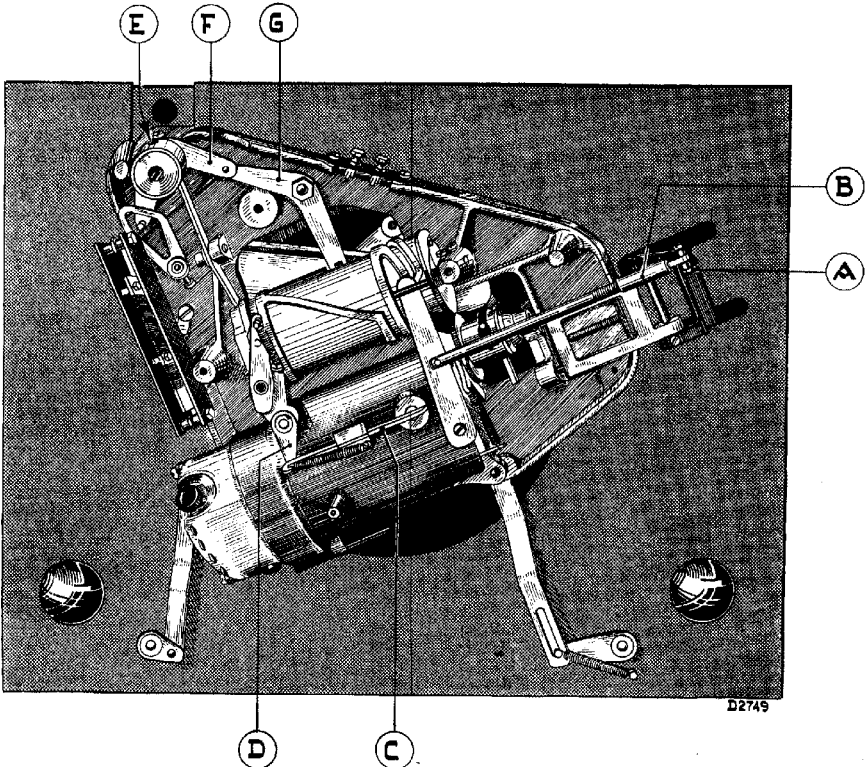

Fig. 2
De platenwisselaar is normaal ingesteld op platen van gemiddelde grootte. Indien grotere of kleinere platen gebruikt worden, moet het mechanisme hierop ingesteld worden. Dit geschiedt door de moer, sluitring en bout in fig. 2 aangegeven door A te verwijderen en de bus B te draaien, in wijzerrichting voor groote en tegen-wijzerrichting voor kleine platen. De moer, sluitring en bout worden daarna weer op hun plaats gebracht. Bij juiste instelling moet de rand van de gramfoonplaat in speelstand juist voor de twee knopjes op de steunbeugel rusten.
- 3e. de hefboomen F en G (fig. 2) vrij bewegen kunnen
E in het contragewicht (fig. 2) los te schroeven en het gewicht rond te draaien. Hierbij moet de as vastgehouden worden.
Het gewicht van een plaat op de middenas beweegt een hefboom (C in fig. 2), waardoor de beweging van de hefboom D verhinderd wordt.
De automatische schakelaar kan ingesteld worden met behulp van het kwadrant aan het bovineinde van de as die door D (fig. 2) bewogen wordt.